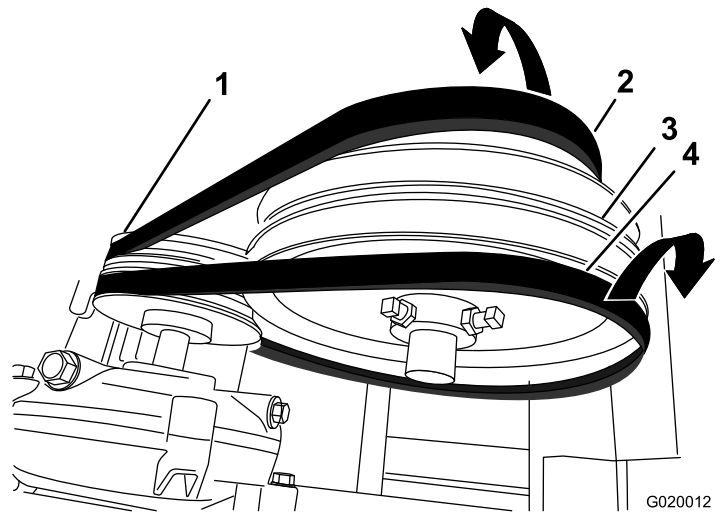

Figura 59
4. Deslice la correa delantera hacia adelante y retírela de la polea tensora (Figura 59).
5. Deslice la correa trasera hacia atrás y retírela de la polea tensora (Figura 59).